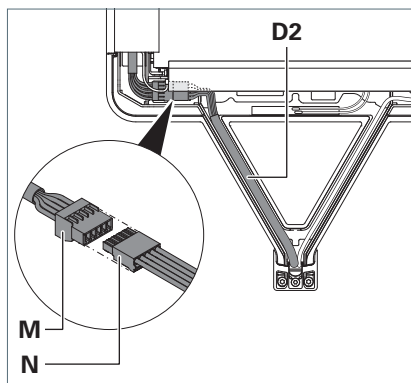

Fig. 7: Collegare la linea di alimentazione.
- Rimuovere la morsetteria a perno **M** dallo scomparto sotto il corpo refrigerante, vedere Fig. 7.